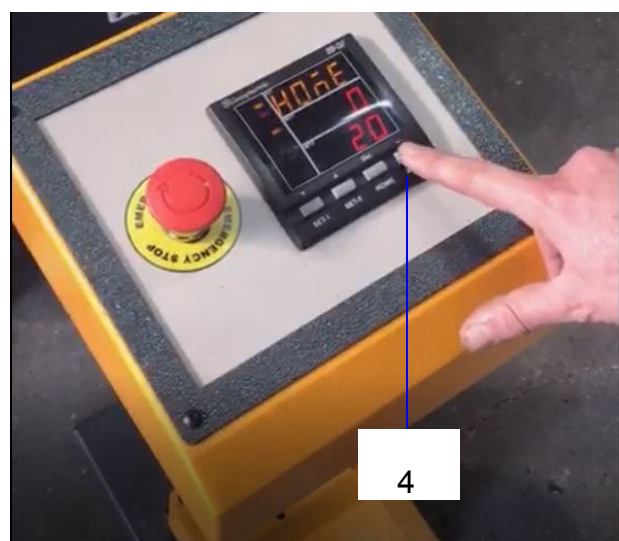

Fig. 17 : Appuyer sur le bouton 4
Étape 4 : Appuyez sur le bouton 4 du panneau de commande (Fig. 17).